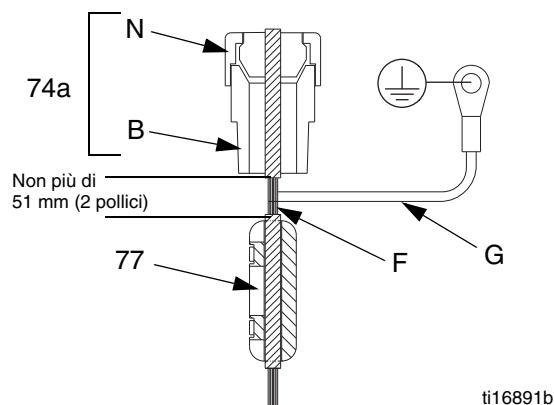

FIG. 11: Filo di campo del circuito IS
19. Filettare il cavo e la protezione del campo IS attraverso il passacavo conduttivo (74a) e collegarlo a J2 e J3. Vedere FIG. 11 e **Schemi elettrici**, pagina 12.
20. Vedere FIG. 11. Serrare bene il dado (N) sul pressacavo conduttivo (74a). Installare la ferrite (77) sul filo del campo (F), non più del 51 mm (2 ") dal fondo del pressacavo conduttivo (74a). Inserire il filo di terra (G) alla vite di terra all'interno della scatola di giunzione.
21. Installare la nuova guarnizione (33), il coperchio (34) e le sei viti (12).
22. Rimuovere la vecchia etichetta (L) dal coperchio della scheda del circuito (34). Applicare la nuova etichetta (L) al coperchio.
23. Calibrare il trasduttore, inserendo le informazioni di calibratura che si trovano sulla nuova etichetta (L):
24. Reinstallare il coperchio (32) con le due viti (12).